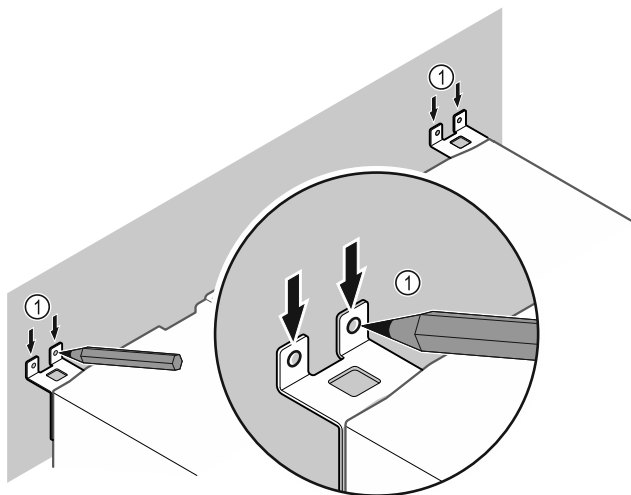

Fig. 12
- Markeringen op de wand aanbrengen Fig. 12 (1).